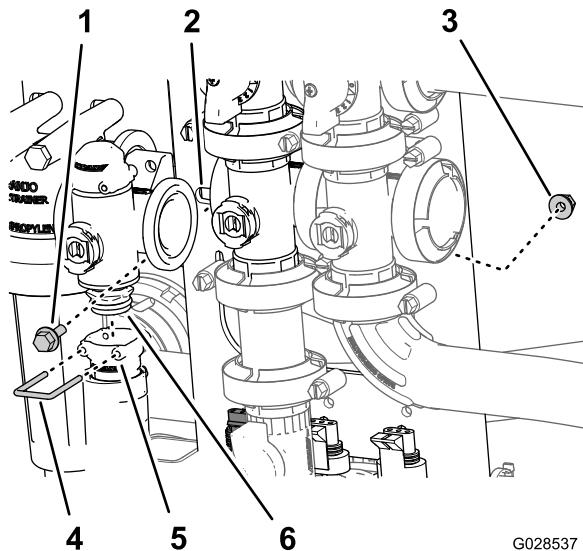

Figure 89
- Retirez l'étrier qui fixe le raccord de sortie au collecteur du régulateur de débit (Figure 89).
de débit au support, puis déposez le collecteur de la machine (Figure 89).